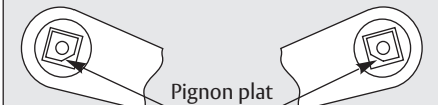

Figure 8
**REMARQUE :** Le pignon plat doit être aligné tel qu'indiqué. (Figure 8)